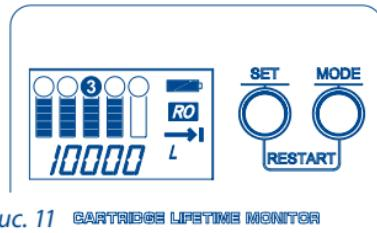

Рис. 11 CARTRIDGE LIFETIME MONITOR
- a. Последовательным нажатием кнопки SET выберите ступень, срок годности которой хотите изменить (Рис. 11).